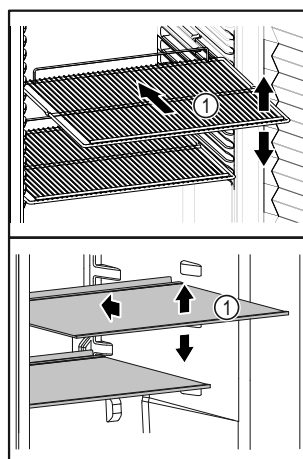

Fig. 9 Immagine a titolo di esempio
- ❑ Se i ripiani *Fig. 9 (1)* sono spostati, adattare i ripiani in base all'altezza.